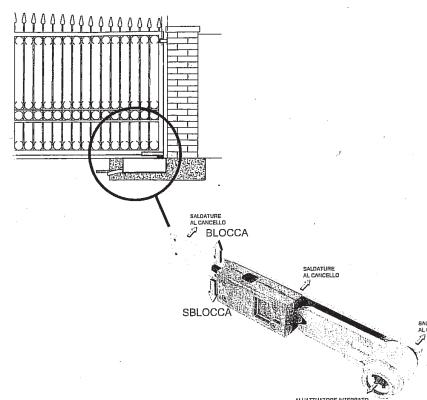

Fig. 6
3. Spostare la leva (Fig. 6).
3. Den Hebel verstellen (Abb. 6).
3. Move the lever (Fig. 6).
3. Desplazar la palanca (Fig. 6).
3. Déplacer le levier (Fig. 6).
3. Remover a alavanca (Fig. 6).
- In caso di mancata alimentazione di rete, la batteria tampone garantisce per un periodo limitato il funzionamento dell'automazione. In caso di batteria scarica o mancante, sbloccare manualmente l'attuatore (togliere il tappo in plastica, inserire la leva e ruotandola di 90°, vedi Fig. 6, sbloccare l'anta e con una lieve pressione si apre). Una volta ristabilita l'alimentazione la scheda elettronica provvederà a ricaricare la batteria tampone.
- In case of mains failure, the back-up battery ensures the automatic gate system operation for a limited period of time. When there is no battery or the same is flat, release the actuator manually (remove the plastic cap, insert the lever and turn it 90° (see fig. 6), release the door and open it with a light pressing).
- Lorsqu'il n'y a pas de batterie ou elle est déchargée, débloquer manuellement le moteur (enlever le bouchon en plastique, insérer le levier et le tourner de 90°, voir Fig. 6, déverrouiller la porte et l'ouvrir avec une légère pression).